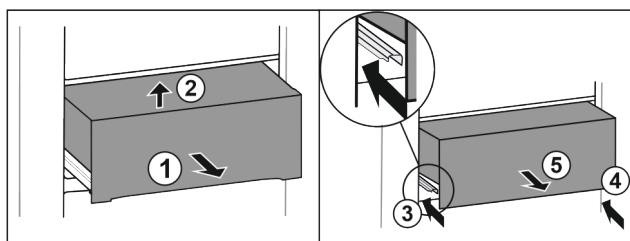

Fig. 40 *
- Изтеглете чекмеджето наполовина Fig. 40 (1)*
- Повдигнете отпред Fig. 40 (2)*
- Вкарайте лявата релса Fig. 40 (3)*
- Вкарайте дясната релса Fig. 40 (4)*
- Извадете чекмеджето напред Fig. 40 (5)*